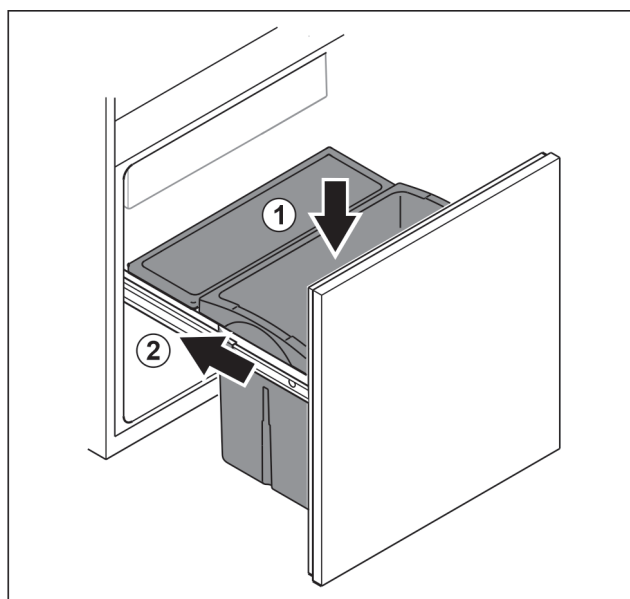

Fig. 101
- ▶ 从上方插入抽屉。 Fig. 101 (1)
- ▶ 推入拉出式滑架。 Fig. 101 (2)